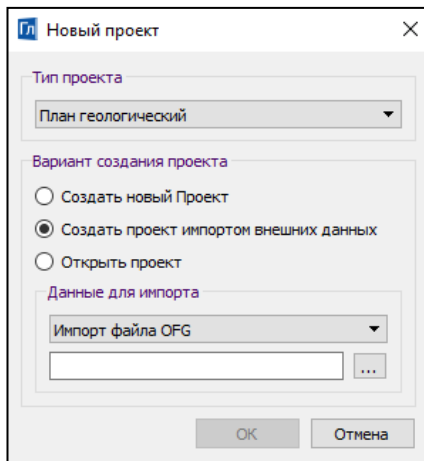

Рис. 9.1
- В открывшемся окне **Новый проект** из списка **Тип проекта** выберите – *План геологический* (рис. 9.1).
При этом можно создать пустой проект или загрузить данные из других систем. Во втором случае переключатель устанавливается на варианте создания нового проекта **Создать проект импортом внешних данных** и из выпадающего списка выбирается необходимый тип данных (рис. 9.1).